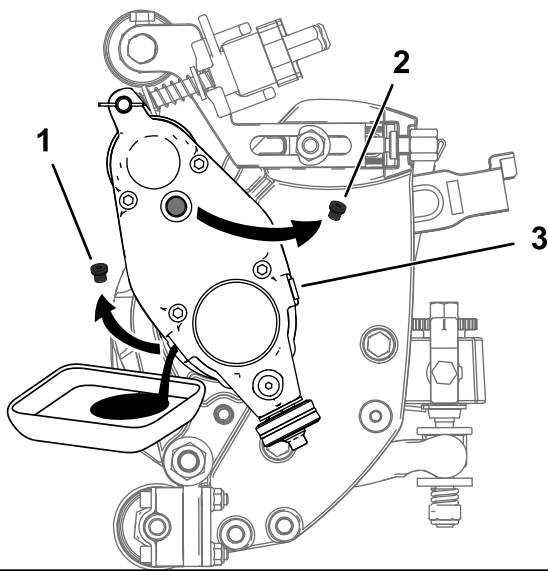

Bild 28
5. Kippen Sie die Schneideinheit vertikal, bis der Ablassanschluss unten ist, um ein komplettes Ablassen sicherzustellen (Bild 28).